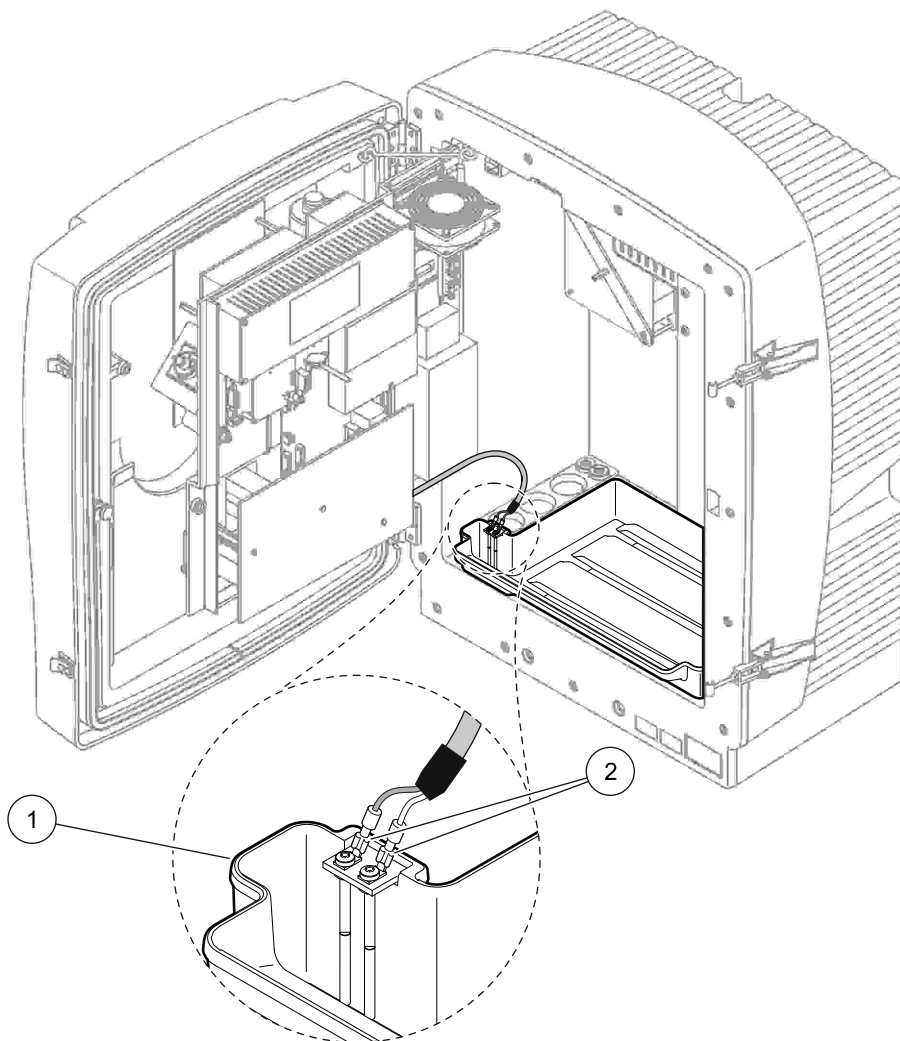

Figura 12 Conectar o sensor de umidade
3. Conecte os fios do sensor de umidade aos parafusos de terminal na bandeja coletora (Figura 12 na página 22).